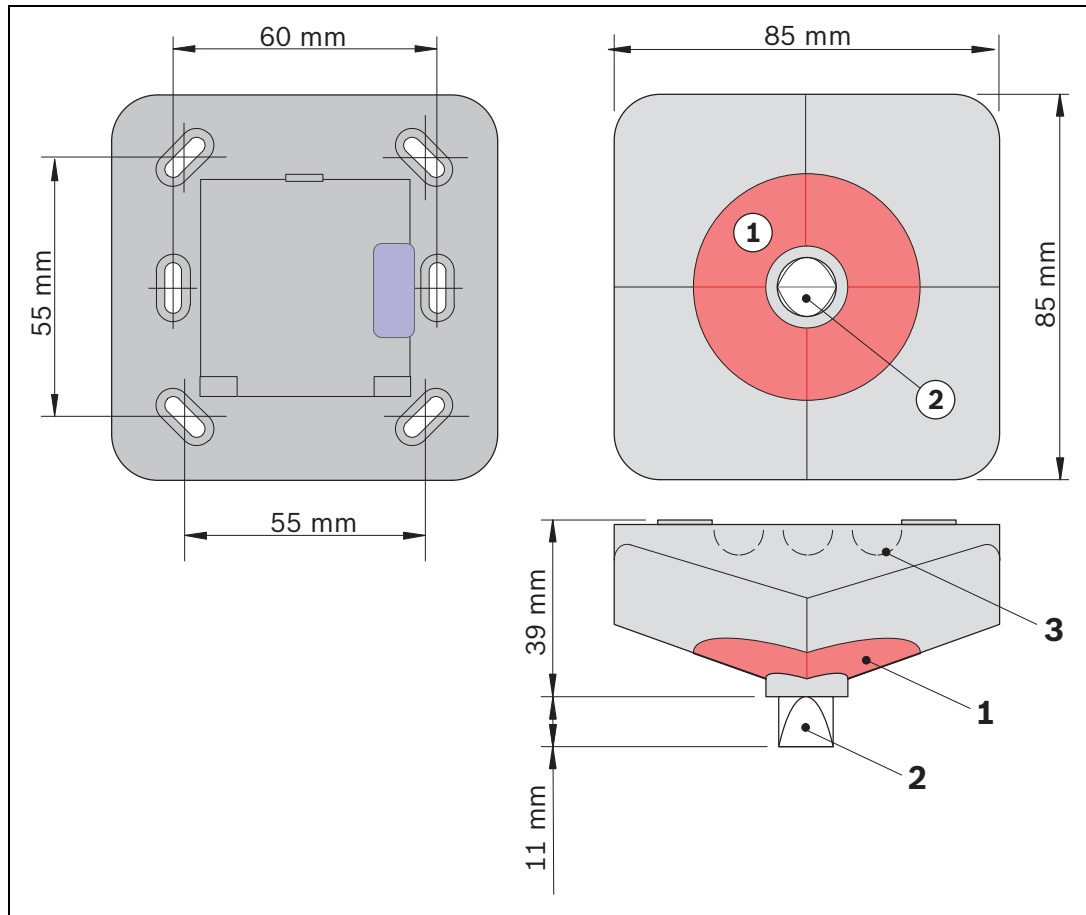

Figure 3.16 Voyant d'alarme de détecteur externe MPA, dimensions
Selon les directives VdS, le voyant d'alarme de détecteur externe doit être monté de manière à ce que le côté plat du prisme (voir *Figure 3.16 (2)*) soit dirigé vers la ligne visuelle de l'observateur.
Si le câble est acheminé en surface, brisez les points d'entrée prédécoupés prévus à cet effet (voir *Figure 3.16 (3)*) sur le boîtier. Pour l'acheminement du câble encastré, utilisez l'ouverture située sous le tableau de connexion.